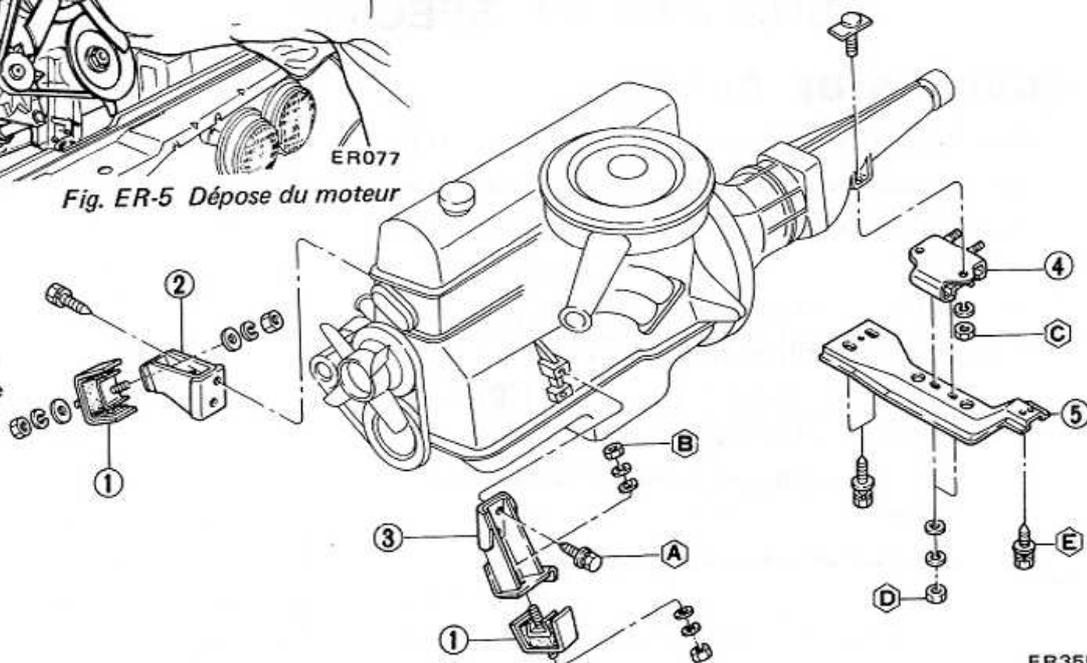

Fig. ER-6 Vue éclatée du montage du moteur sur le châssis
1. Les deux blocs élastiques avant sont interchangeables, gauche-droite. Toutefois, leur orientation verticale n'est pas indifférente. Voir figure ER-6.
2. Serrer les vis et les écrous au couple correct. Voir figure ER-6.
2. Serrer les vis et les écrous au couple indiqué à la figure ER-6.